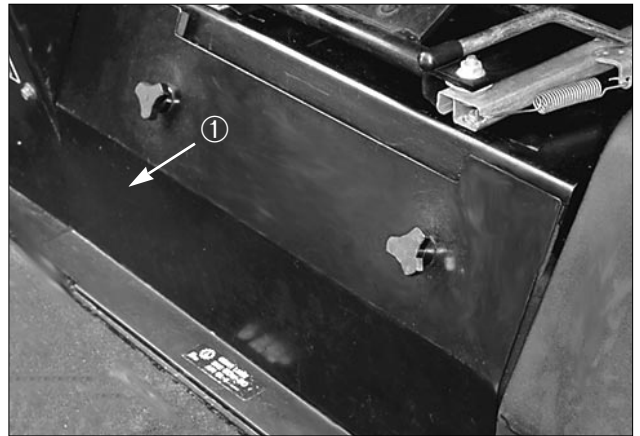

Bild 6.
PRÜFEN DES ÖLSTANDS IN DER VORDERACHSE (Bild 6 & 7)
2. Die Zugangstafel (Bild 6) vor dem Fahrersitz abnehmen, wodurch die Vorderachse und der Ölmeßstab freigelegt werden.